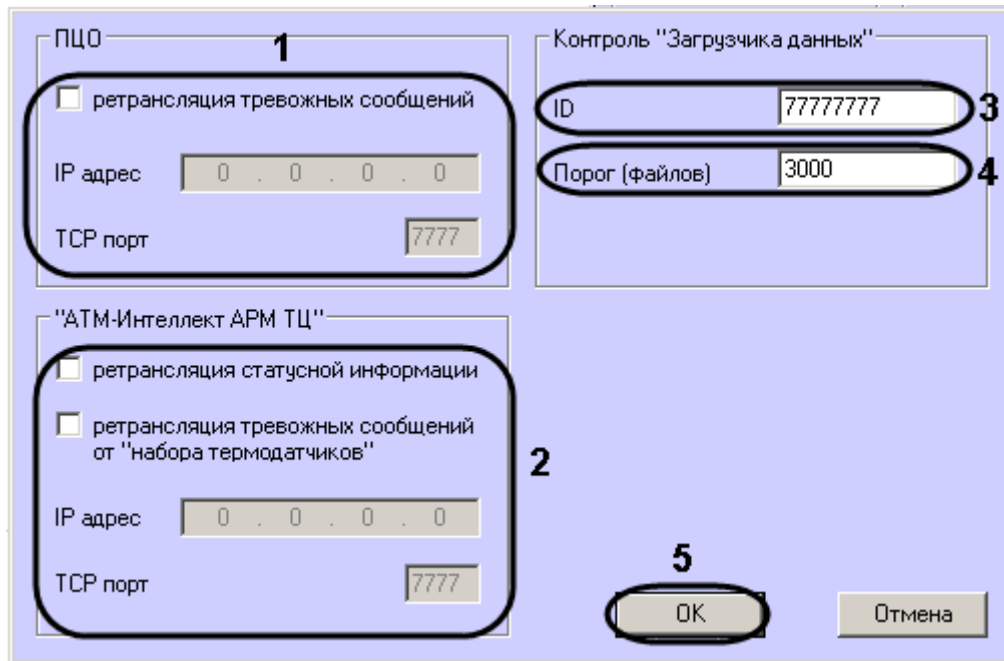

Рис. 6.6—2 Настройка мониторинга
3. В случае, если на *АТМ-Интеллект АРМ ТЦ* развёрнут пульт централизованного контроля (ПЦО), то в группе **ПЦО** следует установить флажок **ретрансляция тревожных сообщений** и указать соответствующий IP-адрес и TCP-порт (см. Рис. 6.6—2, 1).